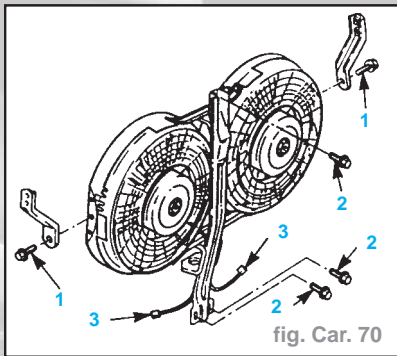

fig. Car. 70
- Déposer les vis de support de soufflerie (1). Connexions du harnais de soufflerie (3) - (fig. Car. 70). Support central et soufflerie - vis (2). Serrure de capot.